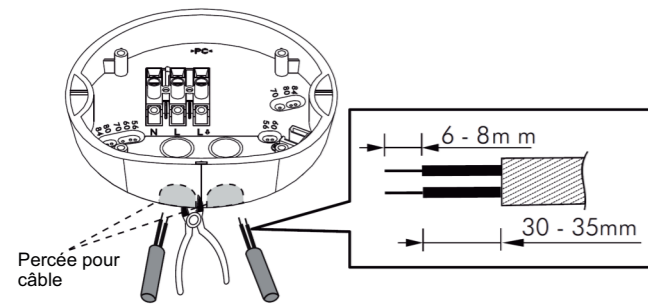

Figure 10
3.4.1.4 Les câbles peuvent être insérés par en dessous ou par le côté. Pour insérer les câbles par les côtés, les percées doivent être retirées et ensuite passées dans le boîtier. Dénudez les brins sur 6 - 8 mm. (Voir figure 10).